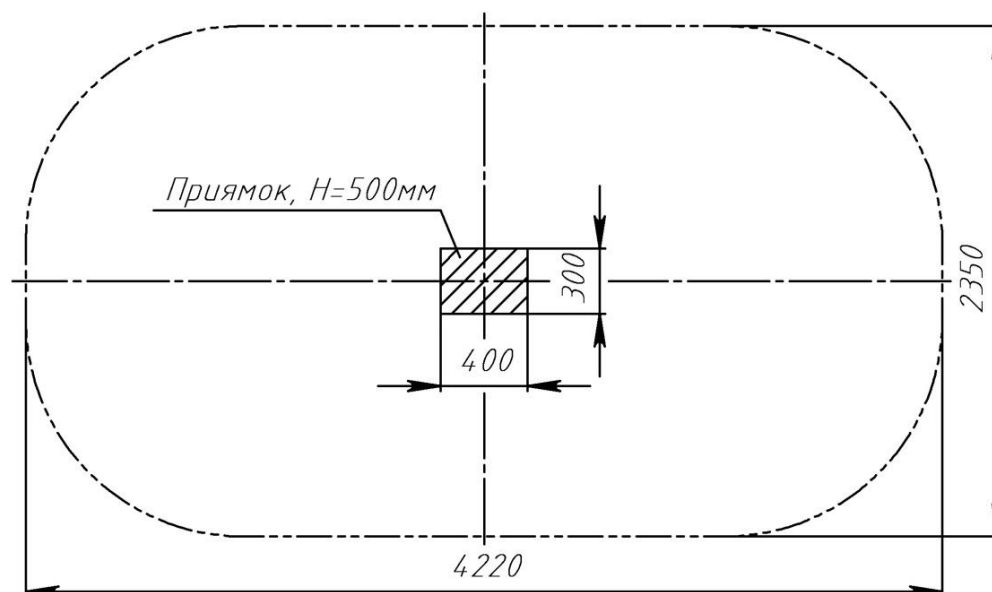

Рис.3 План фундаментного приямка качалки РТР 044-06
3.6. Монтаж качалки заключается в бетонировании фундаментного блока и закреплении на нем пружинного блока. Фундаментный приямок выполнить в соответствии с планом фундамента (рис. 3).